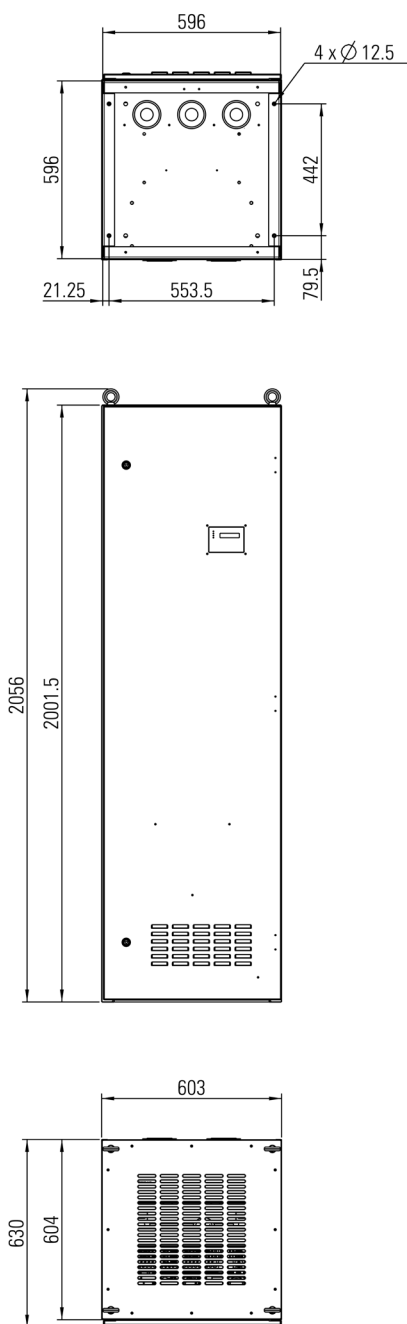

Fig. 8. Dimensiones armario de 650 x 615 x 2120 mm
- ❑ El tipo de armario estándar suministrado es del tipo rack con base de 650 x 615 mm (ver Fig. 8), 650 x 815 (ver Fig. ) , 850 x 815 mm (ver Fig. ) o 850 x 915 (ver Fig. ).